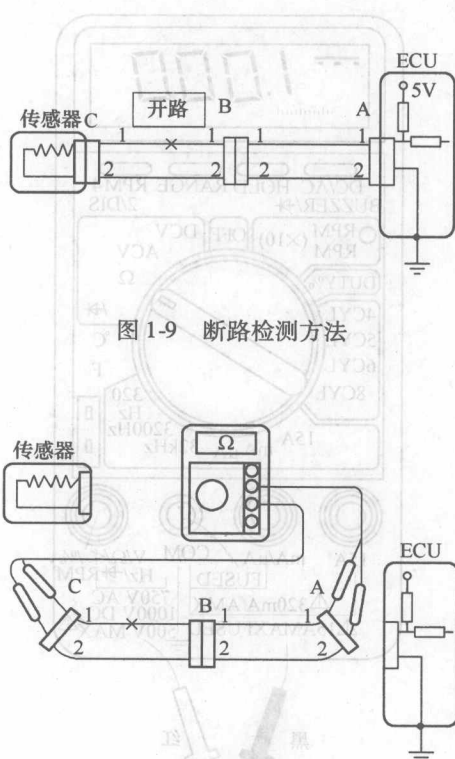
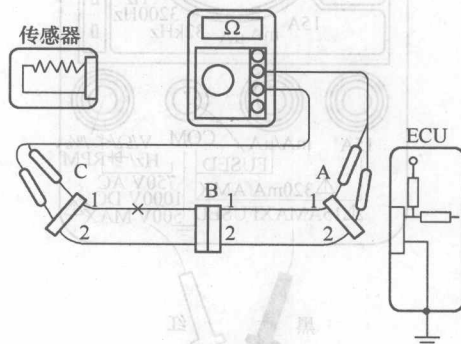

图 1-9 断路检测方法
图 1-10 检测线路是否导通
1) 断路(开路)的检测方法 如图1-9所示的配线有断路故障，可用“检查导通”或“检查电压”的方法来确定断路的部位。
① 检查线路是否导通
a. 脱开插接器(A)和(C)，测量它们之间的电阻值，如图1-10所示。若插接器(A)端子1与插接器(C)端子1之间的电阻值为 ∞ ，则它们之间不导通(断路)；若插接器(A)端子2端与插接器(C)端子2之间的电阻值为 0Ω ，则它们之间导通(无断路)。